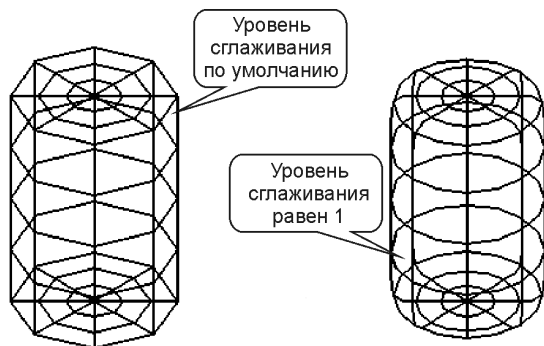

Рис. 11.20. Улучшенные сетевые цилиндры с различным уровнем сглаживания
5. Задайте высоту цилиндра. Будет построен цилиндр с заданным первоначально уровнем сглаживания (рис. 11.20).